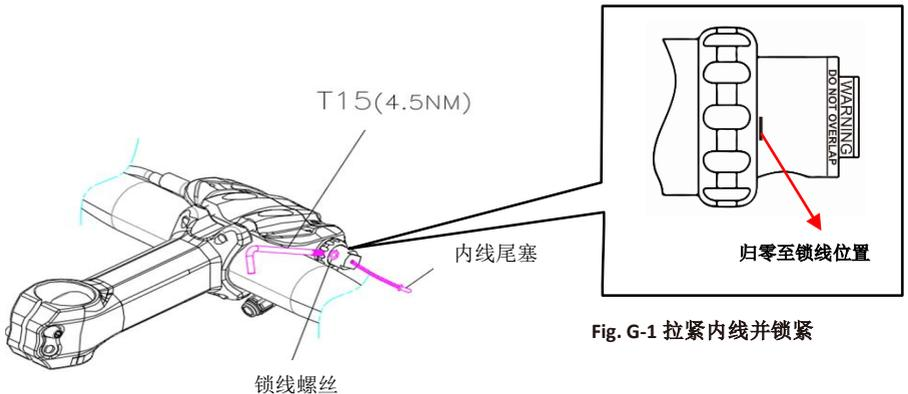

Fig. G-1 拉紧内线并锁紧
- 行程调整钮退至标记起始点(锁线位置) (Fig. G-1)